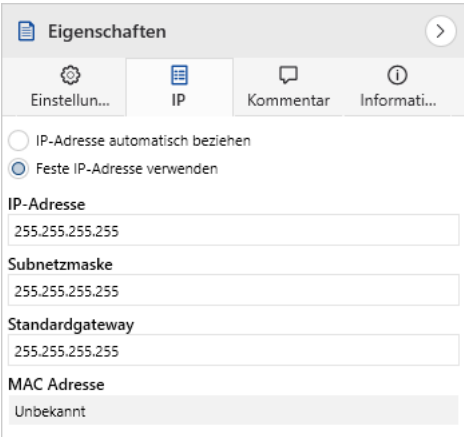

Abbildung 21: IP-Einstellungen
3. Die zur Verfügung stehenden Auswahlmöglichkeiten finden Sie in Abbildung 21 und in der Tabelle 11 "Einstellungen zur manuellen IP-Adressen-Eingabe oder zum automatischen Bezug" auf S. 32.